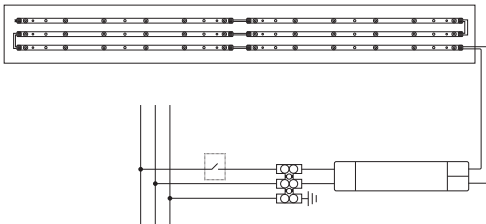

Рис. 1
5.4. При помощи соединительных клемм подключите к драйверу сетевые провода согласно схеме подключения — См. Рисунок 1.